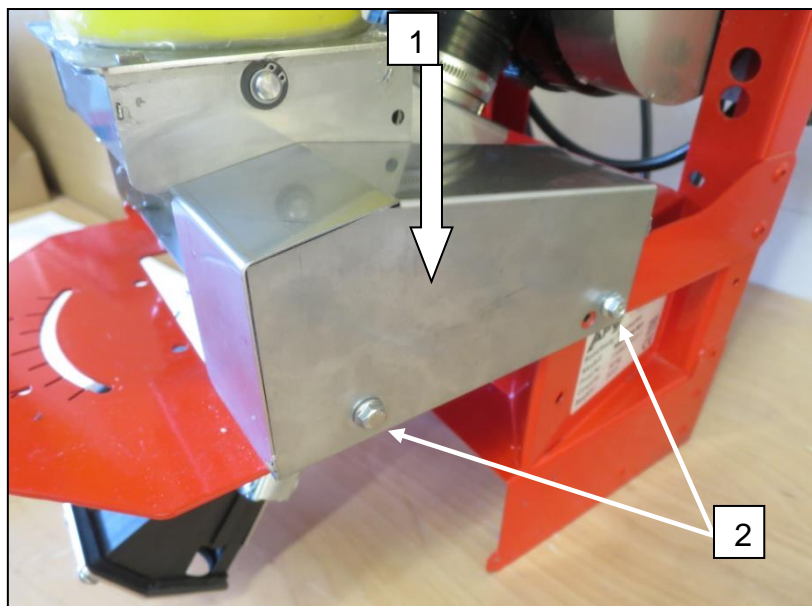

Abb.: 151
- Zum Montieren des Säwellenmotordeckels stecken Sie diesen von oben herab **1** (Abb.: 151) über den Säwellenmotor und fixieren ihn mit den vorhandenen Schrauben **2**.